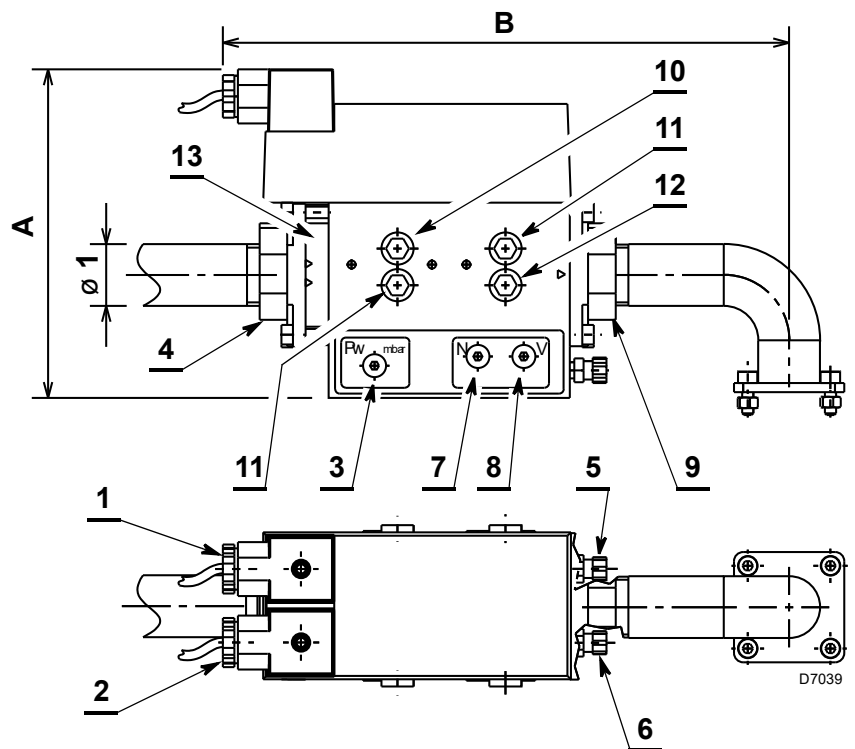

Fig. 1
- Smontare il tappo di protezione dalla flangia (4, fig. 1) e collegare la linea di alimentazione gas.